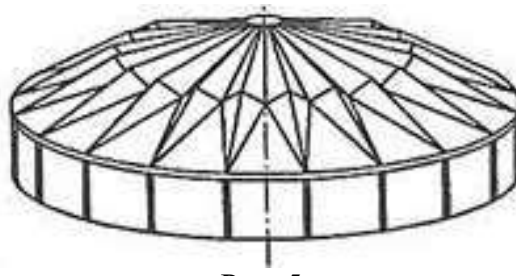

Рис. 5
80. Определить тип купола на рис.5: